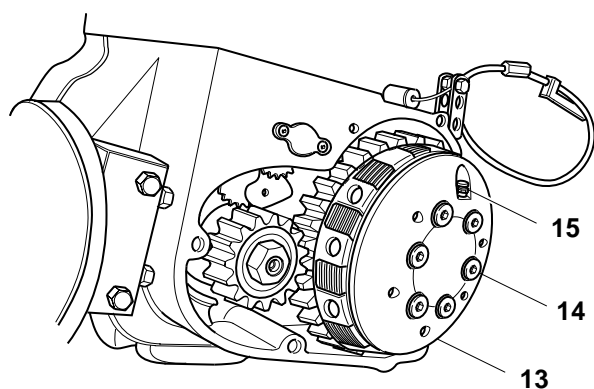

Fig. 43
8. Montare il piatto spingidisco "13" con l'avvertenza di lubrificare il foro interno in cui lavora il pistone (Fig. 43). Inserire le molle frizione con relativi scodellini e viti "14", bloccarli e procedere allo spurgo del sistema idraulico attraverso la vite "15".
8. To install the pressure plate" 13" with lubricating the inside hole in which works the piston (Fig.43). To place the clutch spring with relative caps and pins " 14". Tightening the caps and pins them proceeding to discharge of hydraulic system through the screw " 15".
8. Druckteller "13" einbauen nach Schmieren der Innenbohrung, in der Öffnung der Kolben arbeitet(Abb.43). Kupplungsfeder mit betreffenden Tellern und Schrauben "14" einsetzen, dann sie blockieren und das Hydrauliksystem durch Schraube "15" ausleeren.
8. Monter le plateau "13" après avoir lubrifié le trou intérieur dans lequel le piston travaille (fig.43). Insérer les ressorts embrayage avec relatives cuvettes et vis "14", bloquer, puis purger le système hydraulique à travers la vis "15".